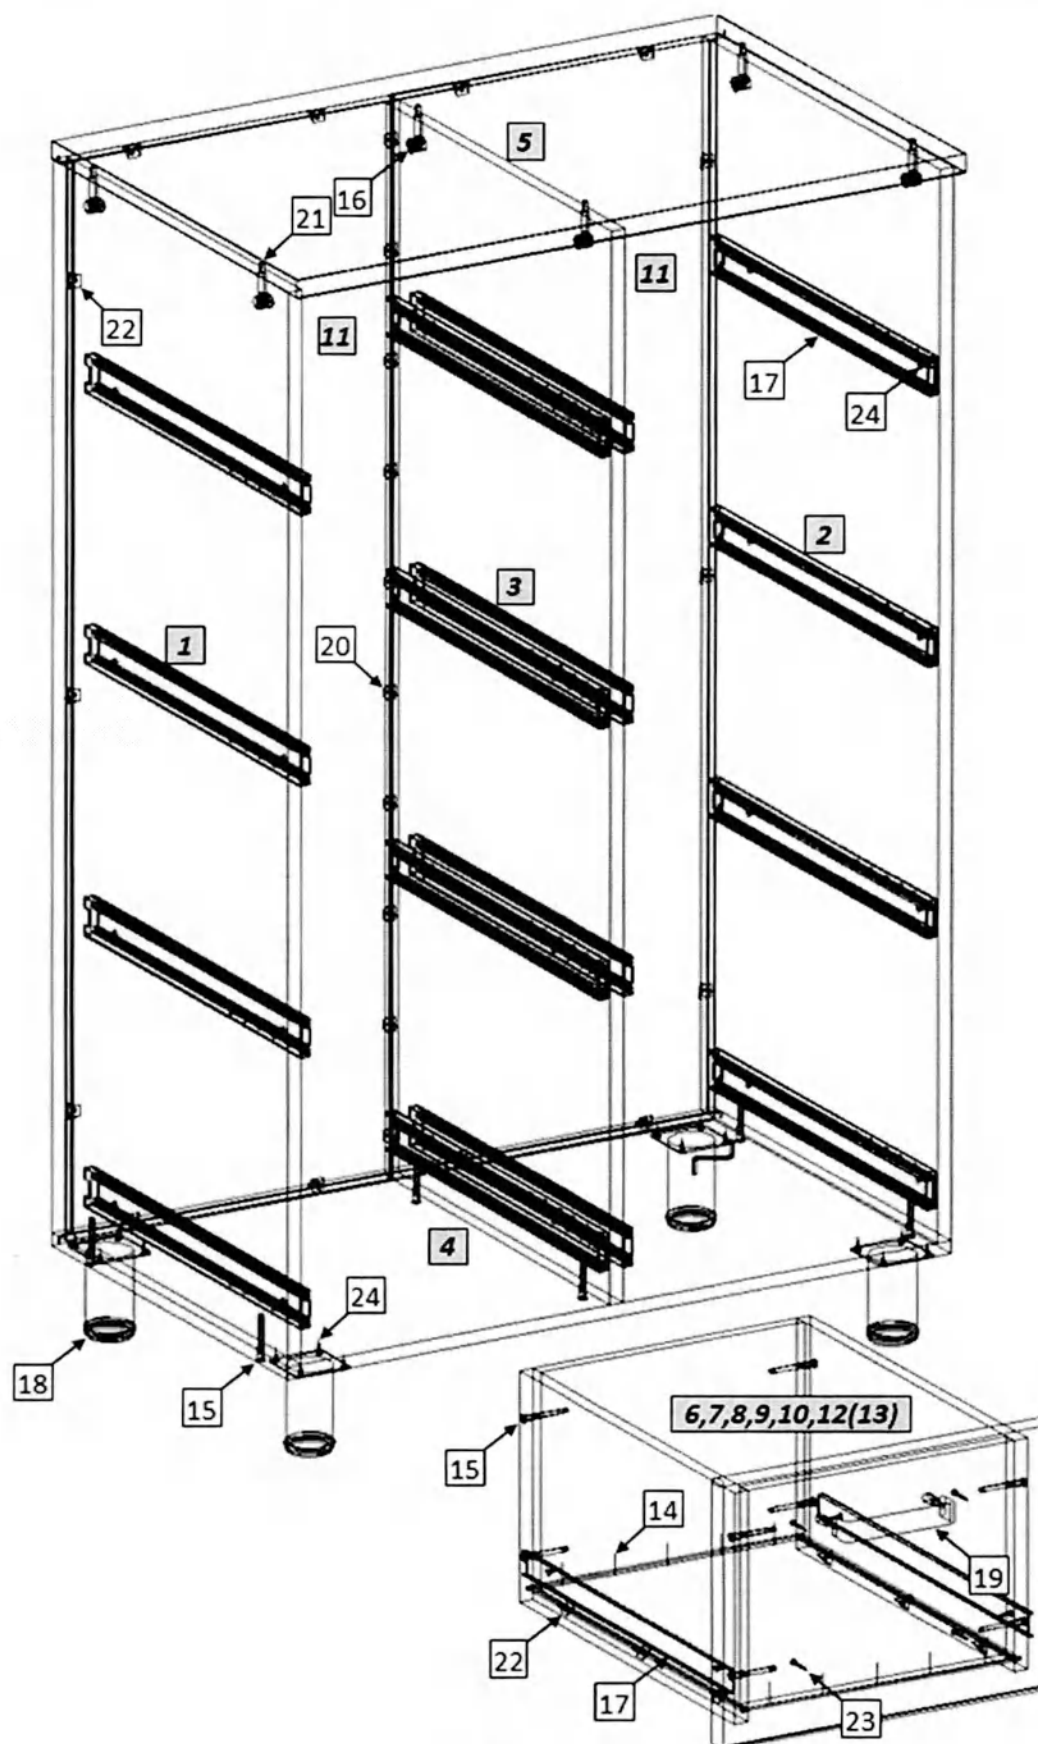

Рис. 1
1. Внимательно ознакомьтесь со схемой сборки, изображённой на рис. 1, сверяясь со спецификацией на изделие. Согласно схеме и спецификации определите расположение деталей в изделии и порядок их сборки. Сборка производится на ровном полу, укрытом материалом, предотвращающим повреждение покрытия пола и деталей мебели. В качестве такого материала возможно использовать упаковочный гофрокартон. Подготовьте необходимые для сборки инструменты – плоскую и крестовую отвёртки, молоток, рулетку или линейку, шуруповёрт.
2. На боковых стенках (1,2) установите цилиндрические части эксцентриковых стяжек (19) в предназначенные для них отверстия. На крышке (4) установите штоки эксцентриковых стяжек (19). На боковых стенках (1,2) шурупами 4×16 (21) закрепите [- образные части направляющих (16).
3. Евровинтами (13), как показано на рис.1, соедините боковые стенки (1,2) с горизонтальными стенками (3,5). При помощи шурупов 4x16 (21) установите на горизонтальной нижней стенке (3) регулируемые опоры (17). Установите крышку (4) и затяните соединение. Затяжка соединения производится путём поворота эксцентриков до упора в направлении стрелки, выштампованной на корпусе стяжки. На видимые головки евровинтов (13) и эксцентриков (19) установите заглушки (14,15).
4. Сборка ящиков. Евровинтами (13) соедините боковые стенки ящика (6) с передней (8) и задней (7) стенками. Дно ящика (10) закрепите к передней (8) и задней (11) стенке гвоздями (12). Установите роликами назад]- образные части направляющих (16) и закрепите их шурупами 4×16 (21). Шурупами 3.5×30 (20) закрепите фасад (9) к передней стенке ящика (8). Установите ручку (18). Установите собранный ящик в корпус шкафа.